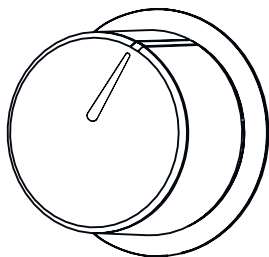

Fig. 16: Ligar função de destaque
- Pressione para destacar o botão e depois ajuste (Fig. 16)